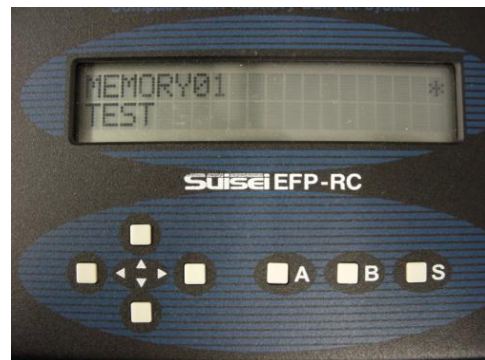

図 5.11 ショートカット実行確認画面
- ・次の電源投入時のメニュー表示で $\boxed{S}$ キーを押すとショートカット登録された” スクリプト．PBT” ファイルが表示（Max30）されます。（図 5.11）